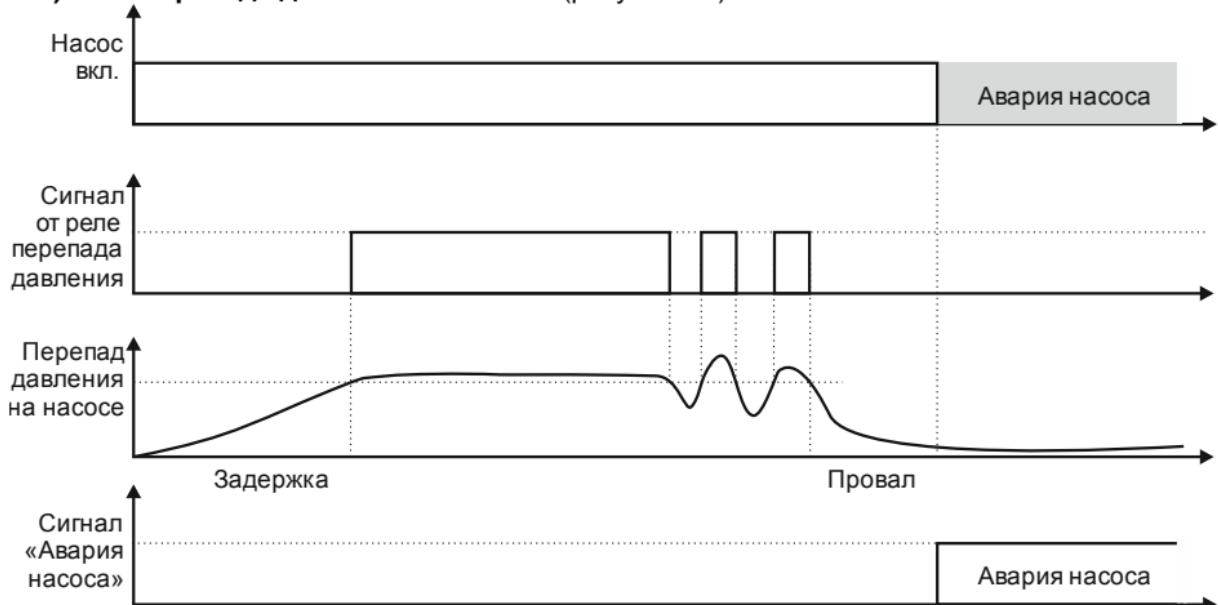

Рисунок 3.3 - Обработка сигнала от датчика перепада давления ($\Delta P_1/\Delta P_2/\Delta P_3$)
1) Нет перепада давления на насосе (рисунок 3.3)